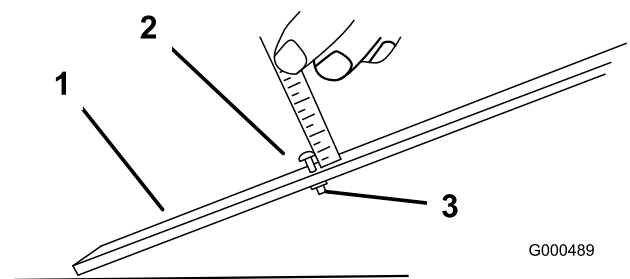

Figura 10
2. Afloje la tuerca de la barra de ajuste y ajuste el tornillo para la altura de corte deseada (Figura 10). La distancia entre la cara inferior de la cabeza del tornillo y la cara de la barra es la altura de corte.